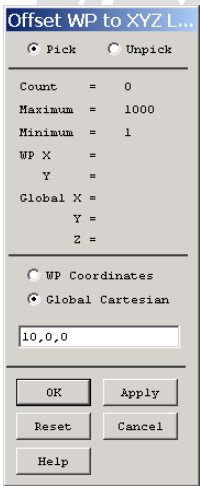

图2.18 移动工作平面到指定坐标点
(2) 按图 2.18 在文本框中输入【10,0,0】，表示所要移动到的坐标点，并单击【OK】